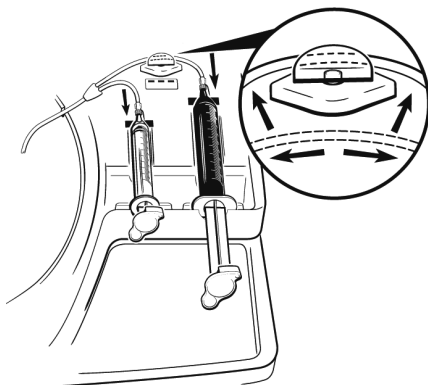

Figura 8. Estire el tubo de la jeringa 2 y deslícelo en la válvula de pinzamiento.
27. Estire suavemente el tubo conectado a la jeringa 2 y deslícelo por completo en la abertura de la válvula de pinzamiento (véase la figura 8).